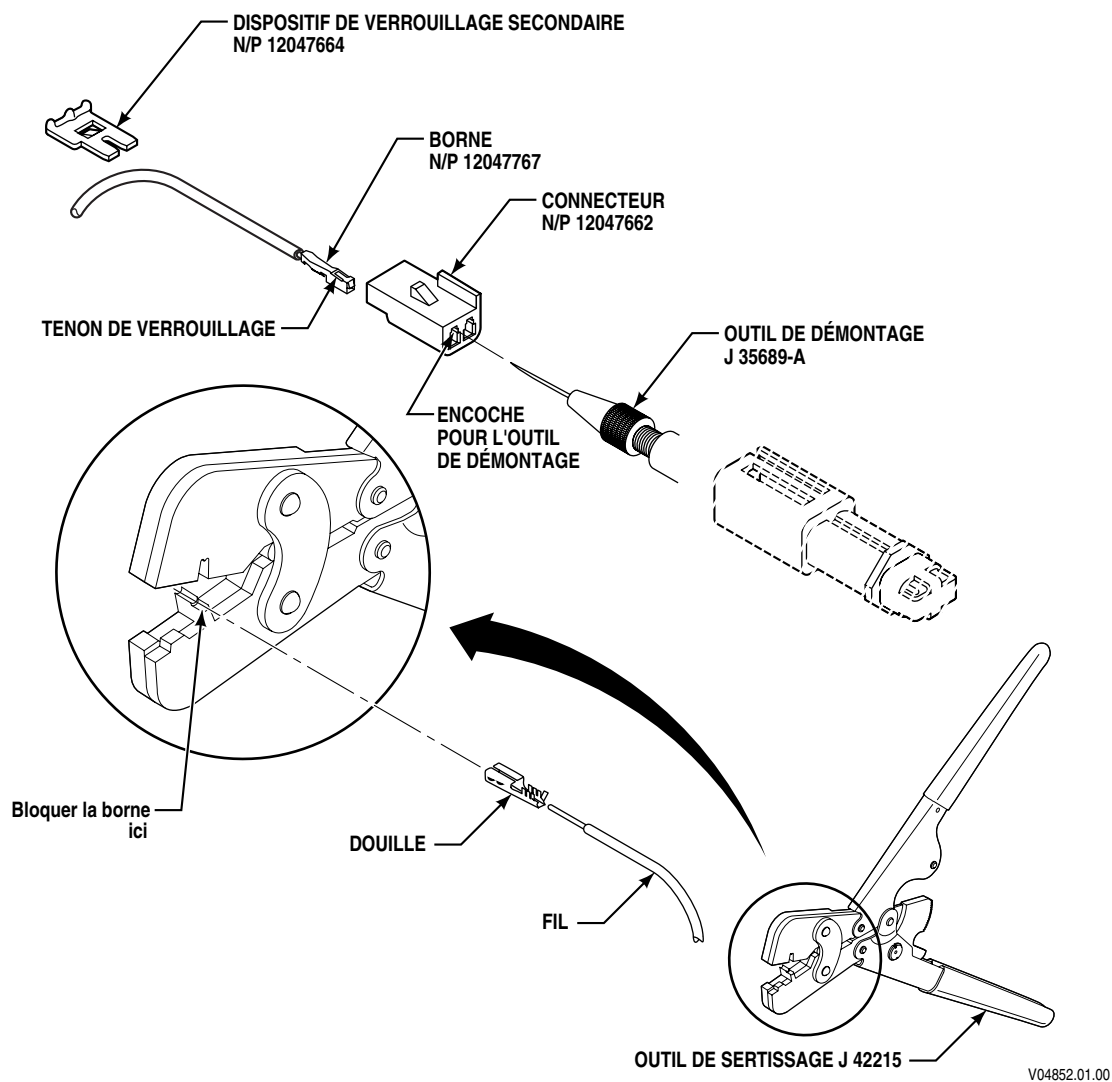

Figure E-8. Connecteurs Metri-Pack série 150 Delphi-Packard — À calage par poussée
2. Insérez le côté aiguille de l'outil de démontage pour bornes J 35689-A dans la petite encoche, à l'avant de la cavité de connecteur de la borne à retirer (Figure E-8).